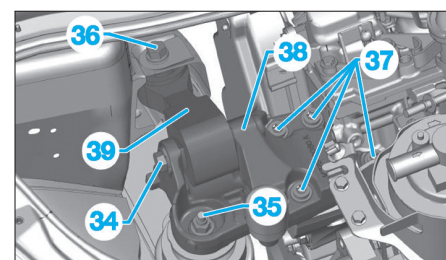

Fig. 76
- Desserrer la vis (34) (**Fig.76**).
- l'écrou (35),
- les vis (36) et (37),
- les supports (38) et (39),